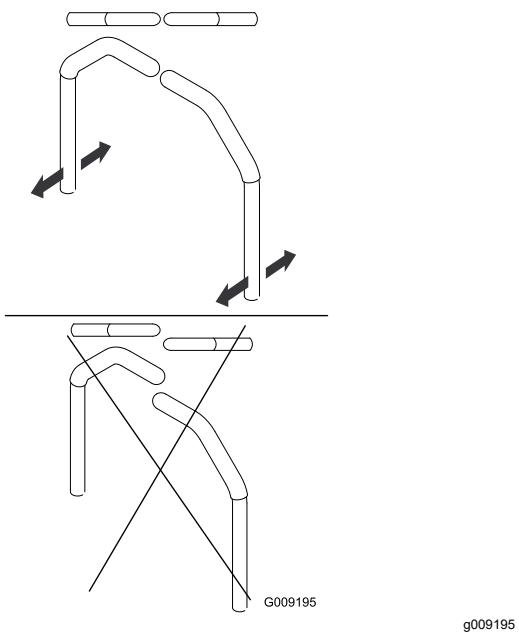

Figura 58
4. Alinhe as alavancas da frente para trás ao unir as alavancas na posição de PONTO MORTO e deslize-as até ficarem alinhadas, a seguir, aperte os parafusos (**Figura 58**).